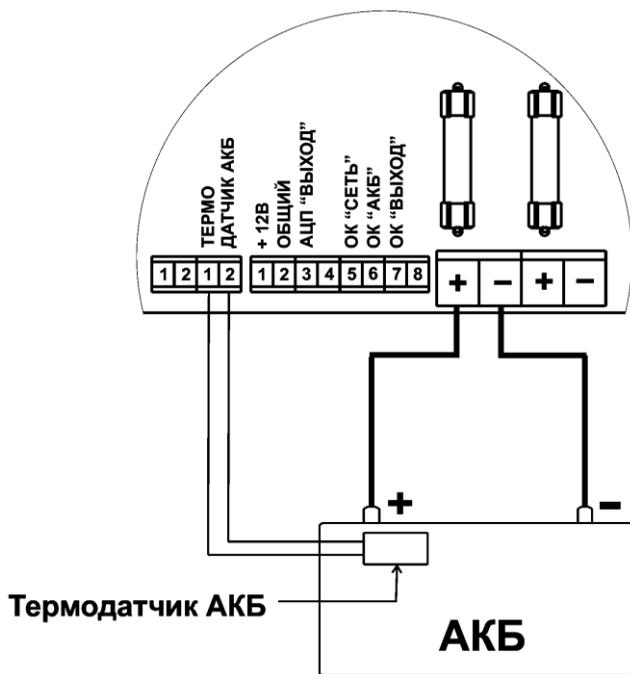

Рисунок 5. Подключение АКБ и термодатчика.
- При необходимости термокомпенсации напряжения заряда АКБ подключите термодатчик к контактам колодки «Термодатчик АКБ» (см. рисунок 5). Чувствительный элемент термодатчика закрепите на корпусе АКБ в непосредственной близости от клеммы «+» с помощью липкой ленты. Для корректной работы термодатчика необходимо обеспечить плотное прилегание чувствительного элемента датчика к поверхности корпуса батареи
- Подключите, соблюдая полярность, внешнюю АКБ номинальным напряжением 12В к изделию (см. рисунок 5).